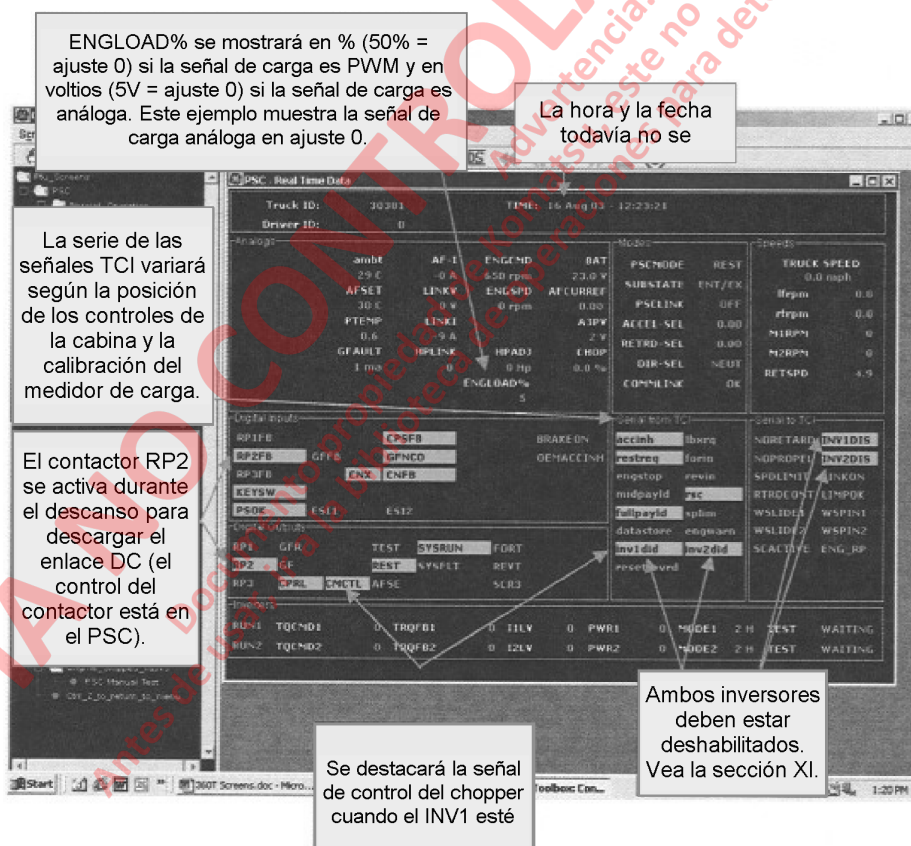

FIGURA 3-3. PANTALLA DE DATOS EN TIEMPO REAL DEL PSC
1. Con la energía de control desactivada, saque la tarjeta adecuada y ubique la placa verde con la batería cerca del borde de la tarjeta (vea la Figura 3-3).
- Compruebe que los valores analógicos sean similares al ejemplo en la Figura 3-3. Además, asegúrese de que la ID correcta del camión se muestre en la parte superior de la pantalla y que en la señal "COMMLINK" en "Modes" (modos) aparezca OK.
- ◆ La pantalla de prueba manual se ve similar a la pantalla de datos en tiempo real del PSC en la Figura 3-3. La salida se activará y desactivará al hacer clic en los botones del campo "Digital Outputs" (salidas digitales). Vea la Tabla III.